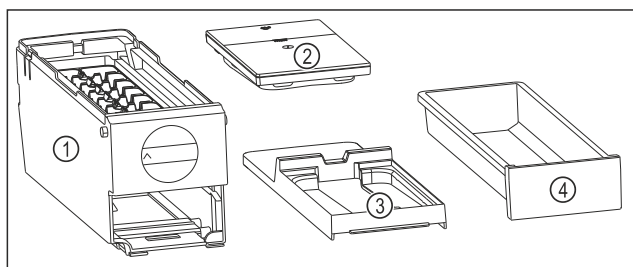

Fig. 133 Součásti EasyTwist-Ice
- ▷ EasyTwist-Ice je rozebrán na čtyři části. (viz Fig. 133)
- ▶ EasyTwist-Ice rozebírejte pouze na zobrazené součásti. (viz Fig. 133)
- ▶ Korpus EasyTwist-Ice Fig. 133 (1) vyčistěte jako celek.